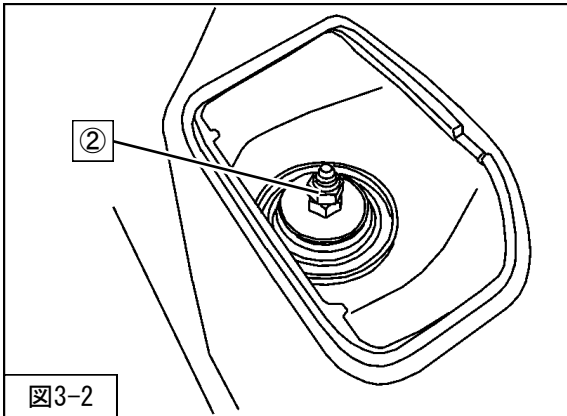

図3-2
3. アクスルに木片等を介してジャッキで下から支えながら②リアショックアブソーバASSYアッパー取付ナットを取外してください。(図3-2)